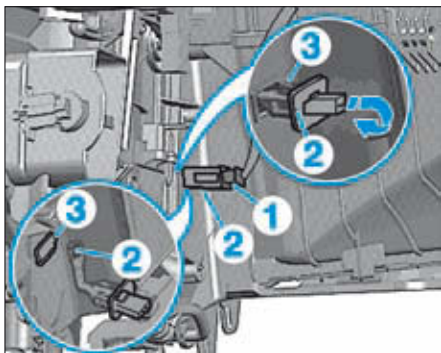

FIG. 46
- Débrancher le connecteur (1) (Fig.46).
- Extraire la sonde de température de diffusion de l'évaporateur (2) de son logement (3) pour l'extraire.